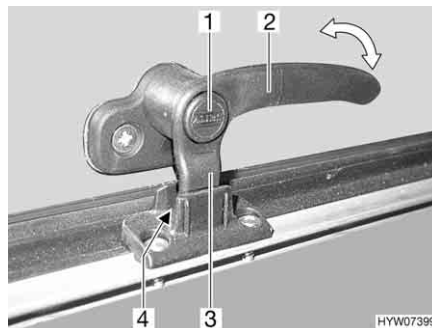
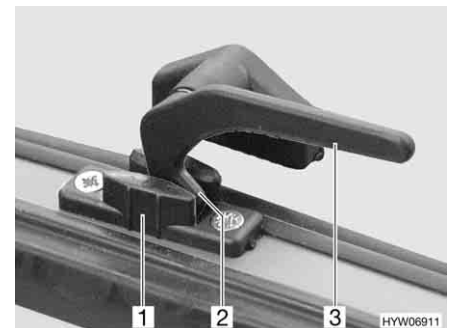

Fig. 97 Alavanca de trava com botão de segurança na posição "Arejamento contínuo"
Fig. 98 Alavanca de trava na posição "Arejamento contínuo"
- Na posição "Arejamento contínuo" (Fig. 97 e Fig. 98)
- Se disponível, prima o botão de segurança (Fig. 97,1) e mantenha-o premido.
- Gire todas as alavancas de trava (Fig. 97,2 ou Fig. 98,3) um quarto de volta na direção do meio da clarabóia.
- Gire novamente para trás todas as alavancas de trava. Nessa ocasião, introduza a ponta de trava (Fig. 97,3 ou Fig. 98,2) no entalhe do dispositivo de bloqueio da clarabóia (Fig. 97,4 ou Fig. 98,1).